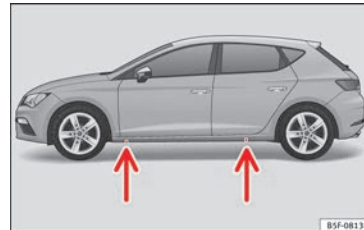

Fig. 75 Travesaño: marcas.
- Busque en el larguero la marca del punto de apoyo del gato (zona hundida) más cercana a la rueda a cambiar»» **fig. 75.**